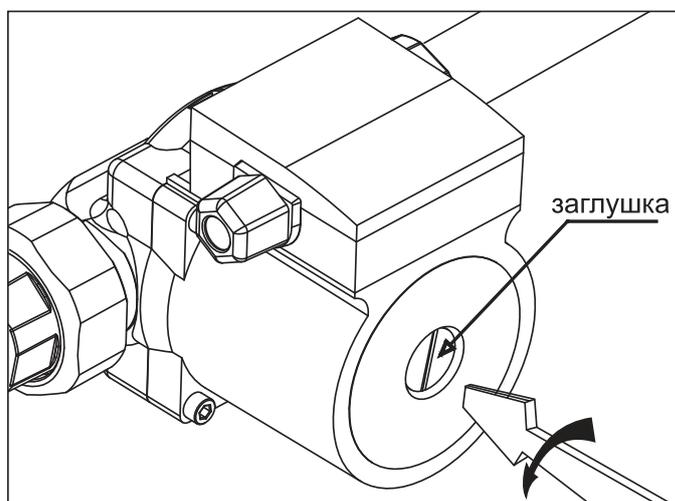

Рис.9 Удаление воздуха из насоса
- выкрутить винт и ослабить заглушку для удаления воздуха, защитив электрические части от попадания жидкости или пара **рис.9**;